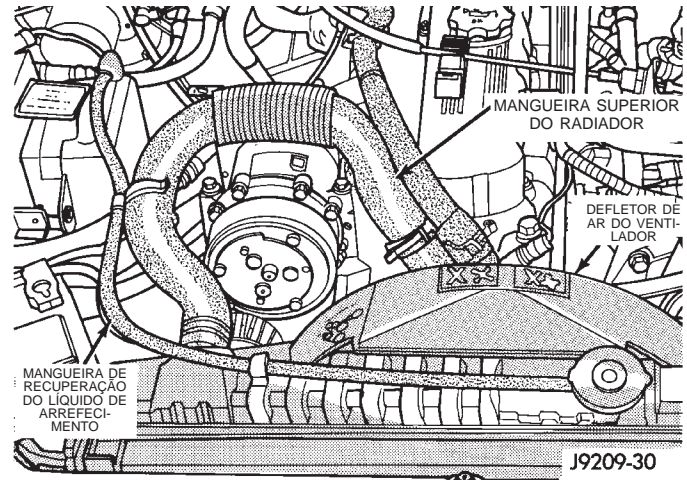

Fig. 28 Mangueira Superior do Radiador, Mangueira de Recuperação do Líquido de Arrefecimento e Defletor de Ar do Ventilador
- (3) Remova a torneira de drenagem do radiador e a tampa do radiador para drenar o líquido de arrefecimento. NÃO desperdice o líquido de arrefecimento utilizável. Se a solução estiver limpa, drene o líquido de arrefecimento em um recipiente limpo para reutilização.
- (4) Instale o conjunto do filtro de ar.
- (5) Remova a mangueira do radiador inferior.
- (6) Remova a mangueira do radiador superior e a mangueira de recuperação do líquido de arrefecimento (Fig. 28).
- (7) Remova o defletor de ar. (Fig. 28).